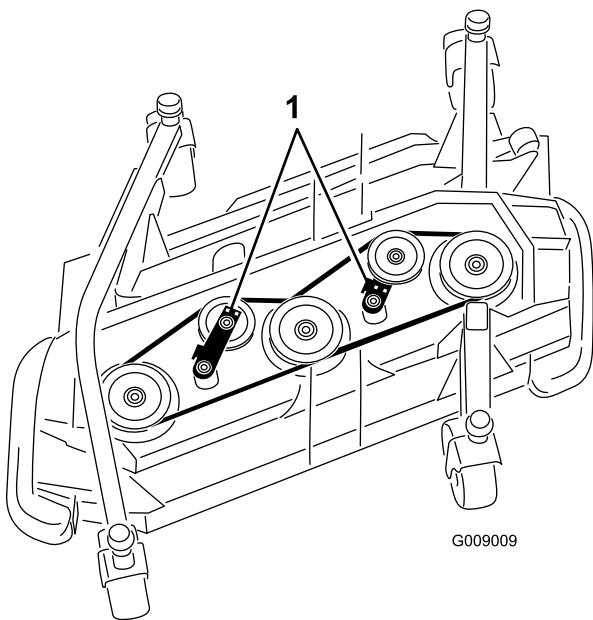

図 84
5. ラチェットレンチのようなものを使って、アイドラプーリを駆動ベルトから離してベルトの張りをなくし、プーリからベルトを外す図 84。